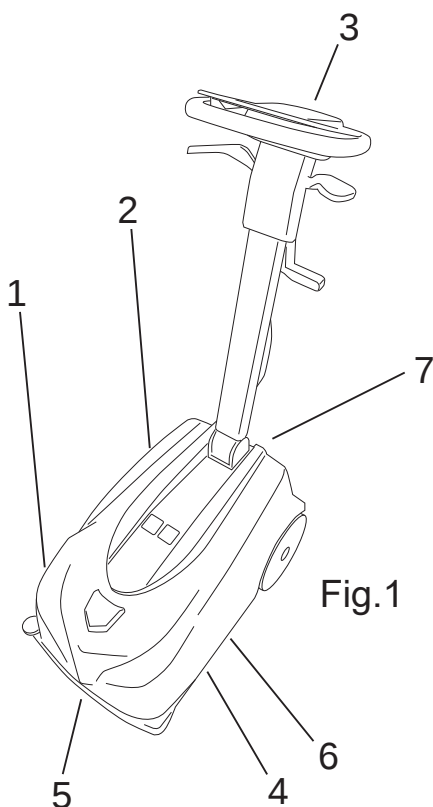

Fig.1
- Vattnets/rengöringsmedlets behållare (bild 1-ref.1), innehåller en blandning av rent vatten och rengöringsmedel.
- Återvinningstanken (bild 1-ref.2), samlar upp det smutsiga vattnet från golvet under rengöringen.
- Manöverpanel (bild 1-ref.3).
- Huvuddelen (bild 1-ref.4) består av borsten som fördelar rengöringsmedlet på golvet och avlägsnar smutsen.
- Den främre gummiskrapan (även kallad främre kolvskrapa) (bild 1-ref.5) har uppgiften att göra rent och därefter torka golvet när maskinen dras mot operatören.
- Den bakre gummiskrapan (även kallad bakre kolvskrapa) (bild 1-ref.6) har uppgiften att göra rent och därefter torka golvet utan att köra maskinen framåt.
- Batteri (bild 1-ref.7).